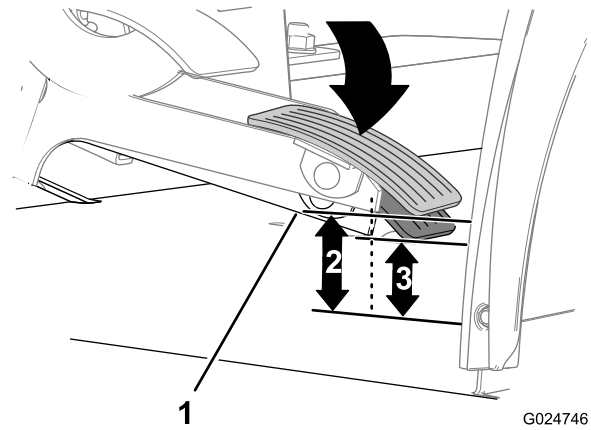

Bild 43
- Messen Sie bei nicht betätigtem Gaspedal den Abstand zwischen der hinteren unteren Kante des Gaspedal-Arms und dem Boden (Bild 43).
- Betätigen Sie das Gaspedal langsam, bis das Gaspedal und der Bowdenzug kein Spiel haben (Bild 43).
- Messen Sie den Abstand zwischen der hinteren unteren Kante des Gaspedal-Arms und dem Boden, während Sie das Pedal in der Stellung halten, um das Spiel zu entfernen (Bild 43).